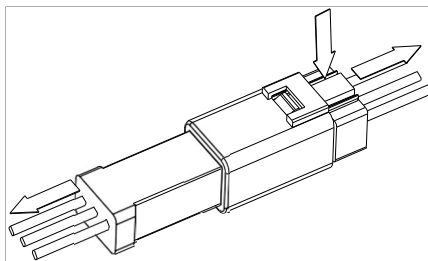

Fig. 7-2 Desconecte el conector del cable estanco
2. Desconecte el conector del cable estanco del ventilador de refrigeración, tal y como se muestra en la Fig. 7-2.